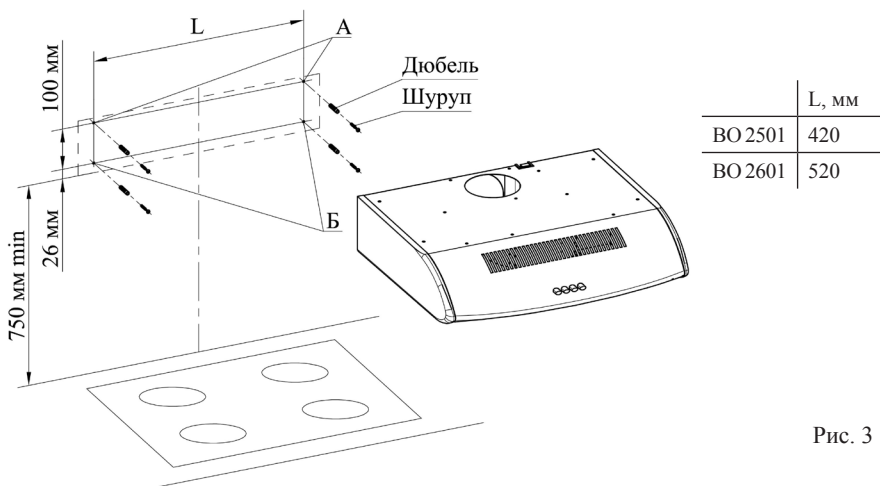

Рис. 3
ВНИМАНИЕ! МИНИМАЛЬНОЕ РАССТОЯНИЕ МЕЖДУ ПЛОСКОСТЬЮ УСТАНОВКИ ПОСУДЫ НА ПЛИТУ (НАГРЕВАТЕЛЬНОЙ ПОВЕРХНОСТЬЮ) И ВОЗДУХООЧИСТИТЕЛЕМ ДОЛЖНО БЫТЬ 75 см. ВОЗДУХООЧИСТИТЕЛЬ КРЕПИТЬ НА РОВНЮЮ ПОВЕРХНОСТЬ (рис. 3).
- 6.3 С учетом установочной высоты и центральной линии разметьте на стене отверстия (А и Б) (рис. 3).
- 6.4 Просверлите отверстия (А и Б) диаметром 8 мм на глубину 50 мм (рис. 3).
- 6.5 В отверстия вставьте дюбели согласно рис. 3 и по отверстиям А заверните не до упора два шурупа, на которые навесьте воздухоочиститель со снятыми фильтром металлическим (крышкой).